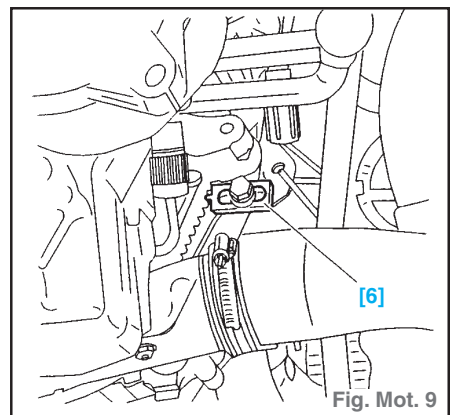

Fig.Mot.9
- Déclipper et écarter le faisceau électrique (3).
• l'écrou (5) de fixation de la nourrice d'eau et l'écarter,
• la biellette anti-couple (6),
• le support moteur D (4).
- Déposer le cache plastique et mettre en place l'outil [6] (Fig.Mot.9).